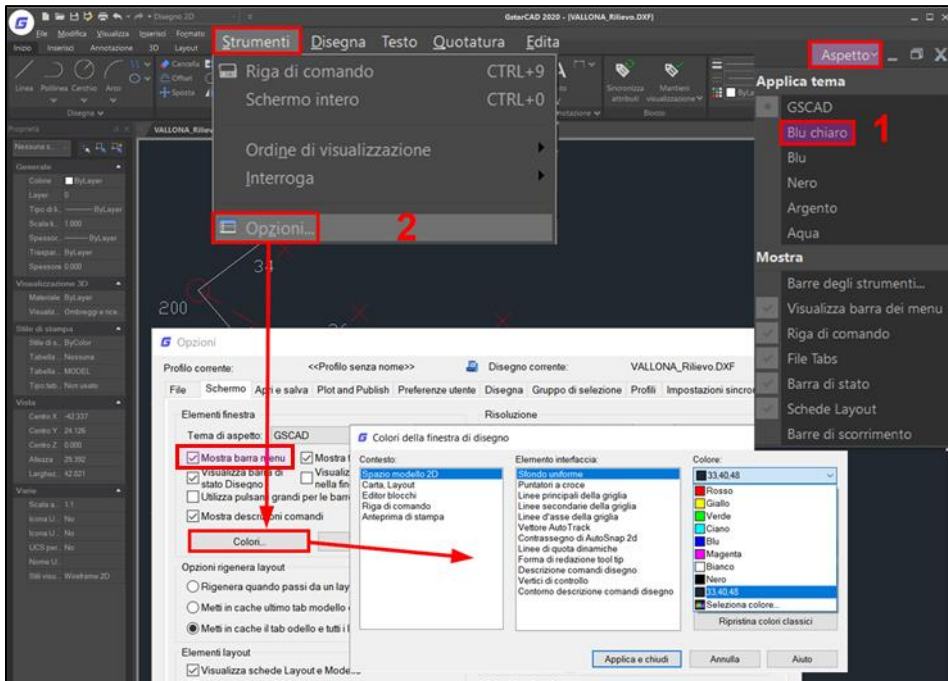

Figura 190 – Appena installato, GstarCAD presenta l'interfaccia e lo schermo neri, ma è molto semplice modificarne l'aspetto se lo si desidera.
La prima cosa da fare dopo aver installato Geocat è impostare l'interfaccia del GstarCAD abbinato a Geocat nel modo più congeniale alle proprie abitudini di utilizzo. Ad esempio, se si lancia GstarCAD subito dopo averlo installato, la schermata con l'interfaccia e lo schermo si presentano di colore nero. Se si desidera cambiare entrambe queste impostazioni, vanno svolti i seguenti passaggi (mostrati in Figura 190):
1. Attivare il menù *Aspetto* in alto a destra e scegliere uno degli altri temi proposti, ad esempio *Blu chiaro* in Figura 190.
Cliccando sulla freccia a destra della cella, si apre la tendina che elenca le varie opzioni. Le prime due, *Disegno 2D* e *GstarCAD Classico*, riguardano appunto l'interfaccia dei menù e toolbar, le altre sono una ripetizione delle opzioni riguardanti l'aspetto già visto sopra. Come fanno intuire le opzioni stesse, scegliendo *Disegno 2D* si attiva l'interfaccia "moderna" composta da sole toolbar e senza i menù. Scegliendo invece *GstarCAD Classico* si imposta il mix tra menù e toolbar, nel senso che si attivano sia gli uni che le altre (a patto però che nella finestra delle opzioni di Figura 190 sia selezionata l'opzione *Mostra barra menù*). Questa è, ad esempio, l'opzione che personalmente io preferisco perché mi dà modo di individuare facilmente dai menù tutti i comandi di base del CAD (finché non mi sarò abituato a trovarli nelle toolbar) mantenendo nel contempo anche le toolbar che consentono un utilizzo più immediato dei comandi una volta acquisita familiarità sulla loro locazione. Infatti, per l'applicativo topografico di Geocat, diventa molto comoda la toolbar denominata *Geocat* mostrata in Figura 191 (riportata su due righe per maggior leggibilità). Da questa toolbar, che si attiva cliccando sull'opzione *Geocat* della seconda riga dei menù, risulta infatti molto veloce e immediato attivare i vari comandi spiegati nei successivi paragrafi.